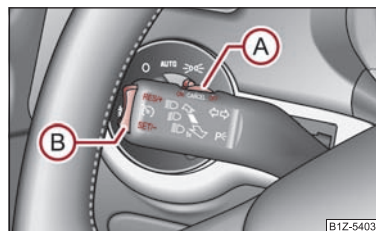

Fig. 117 Maneta: Tasta basculantă și comutatorul sistemului de control al vitezei de croazieră
Sistemul de control al vitezei de croazieră se acționează de la comutatorul (A) ⇒ fig. 117 și de la tasta basculantă (B) din maneta din stânga din comutatorul multifuncțional.
- Apăsați comutatorul (A) în poziția **ON**.
- După atingerea vitezei dorite apăsați tasta (B) în poziția **SET**.
- Viteza memorată poate fi **mărită** fără acționarea pedalei de acceleraie, prin apăsarea tastei **(B)** ⇒ pagina 108, fig. 117 în poziția **RES**.
Reluarea vitezei memorate are loc după eliberarea pedalei de frână sau de ambreiaj; la autovehiculele cu cutie de viteze automată numai după eliberarea pedalei de frână și după apăsarea scurtă a tastei **(B)** ⇒ pagina 108, fig. 117 în poziția **RES**.
- Apăsai comutatorul **(A)** ⇒ pagina 108, fig. 117 spre dreapta în poziția **OFF**. ■